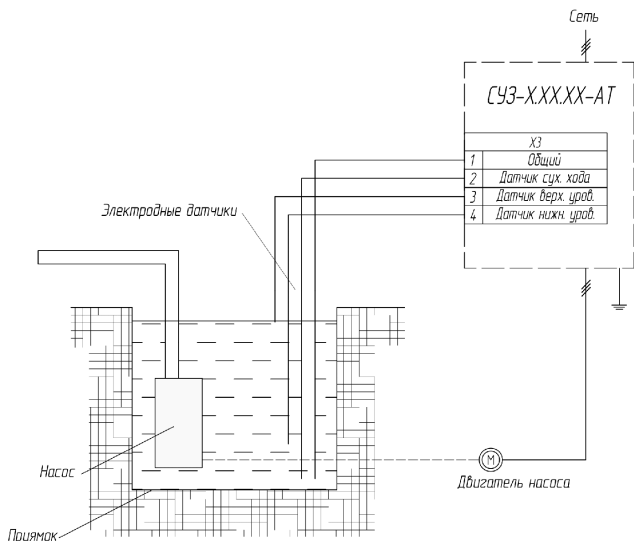

Рисунок 8.2 – Подключение в режиме откачки
8.2 Автоматическое управление по уровню. Откачка приямка. (Рисунок 8.2)